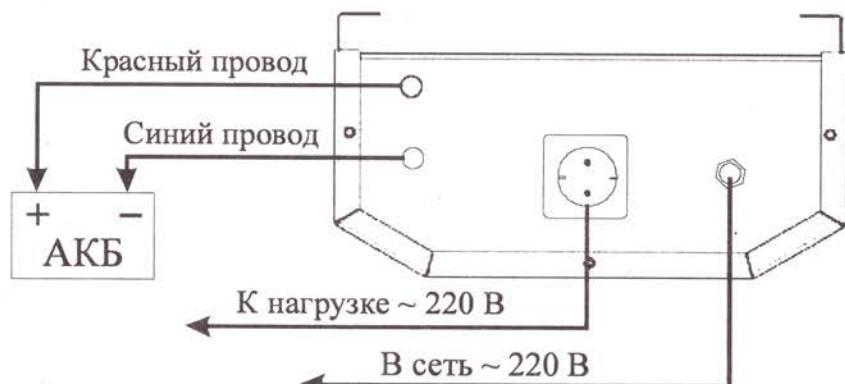

Рисунок 4. Подключение ИБП RESERVE-500 S
1. Произведите подключение ИБП к аккумуляторной батарее. Строго соблюдайте полярность! Красный провод соответствует «+» батареи, синий «-» (см. рис. 4).
3. Подключите питаемое оборудование к розетке источника (рис. 4).
5. Подайте напряжение питающей сети, для чего вставьте сетевую вилку источника в розетку (рис. 4).